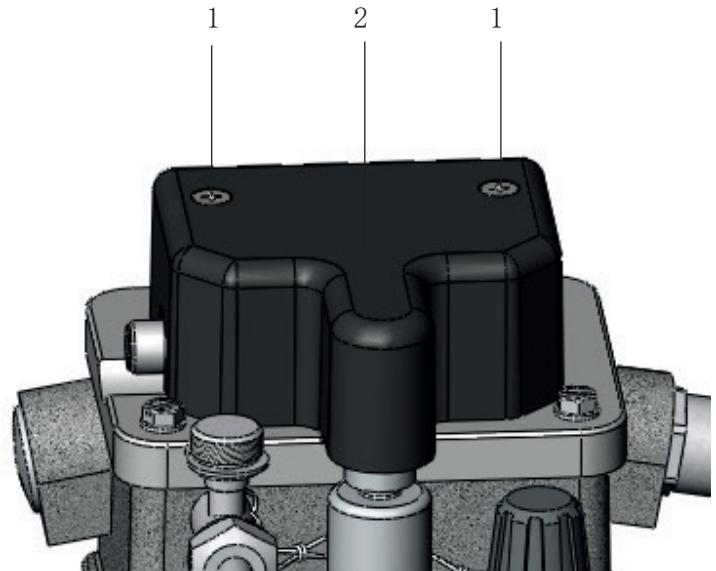

图 4 - 带有罩盖的顶盖部分
- 拧松两个M5规格的螺栓 (图4中1)
- 取下罩盖 (图4中2)